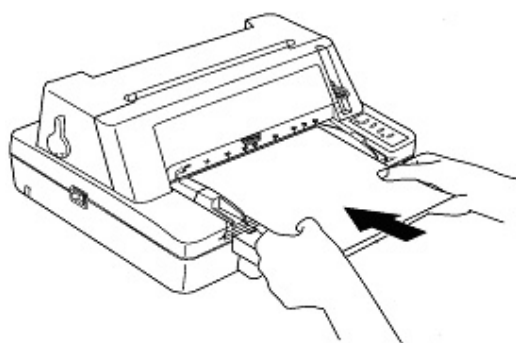

图 3-4 安装单页纸
- 如图 3-4 插入纸张，纸张会自动进入打印位置。如果您将纸斜测定设置为“开”，若纸张有歪斜，打印机会自动检测到并退出纸张。